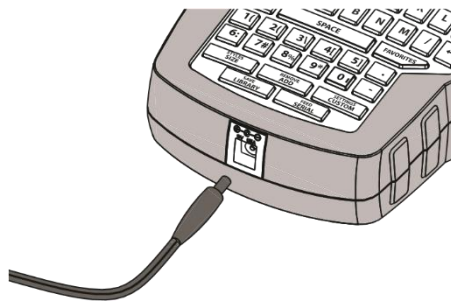

Figura 3
1. Introduceti firul adaptorului in orificiul situat in capatul aparatului. Vezi figura 3